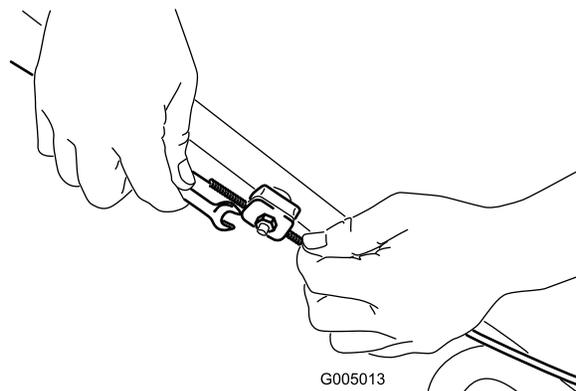

Bild 23
- Lösen Sie die Kabelstützenmutter (Bild 23).